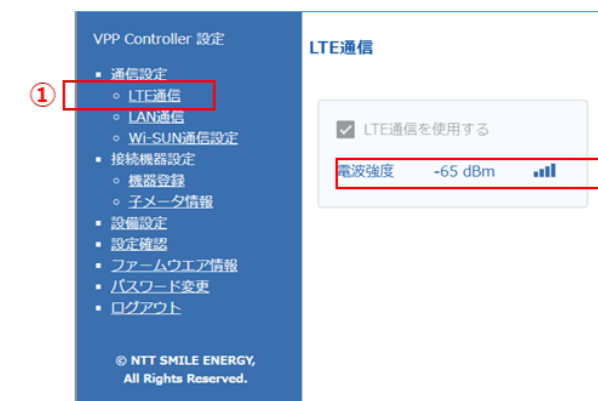

図5. LTE電波強度の確認
(2) 「LTE通信」をクリックします（図5、①）
(3) 「電波強度」の項目を確認します（図5、②）